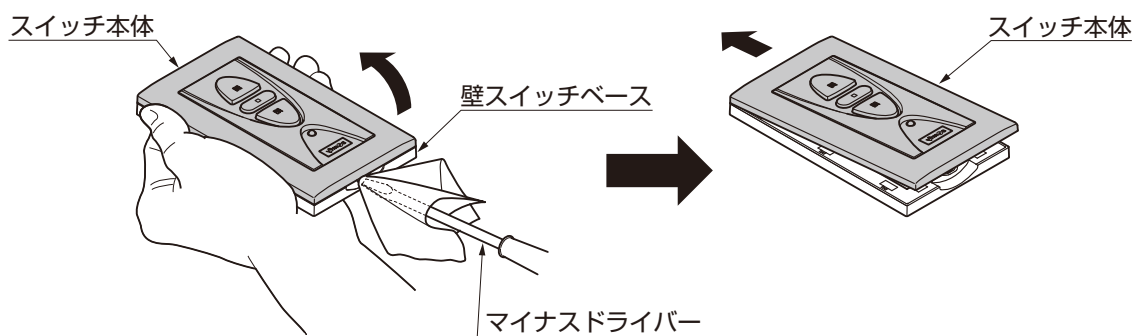

図10-1 スイッチ本体の取外し
①ワイヤレス壁スイッチの下部の溝に、布をかぶせたマイナスドライバー等を差込み、スイッチ本体を押し上げて、壁スイッチベースから外してください。(図10-1参照)